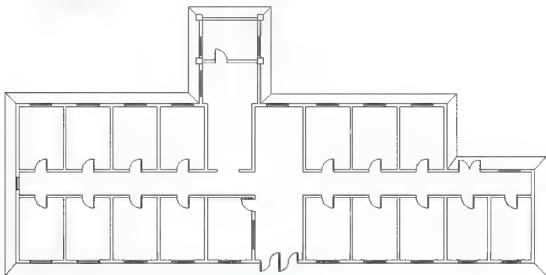

图 2.99 形成所有门窗
(5) 用前面已经学过的【阵列】、【复制】和【镜像】命令，将绘制出的门窗复制到其洞口内并修改门扇的开启方向，结果如图 2.99 所示。